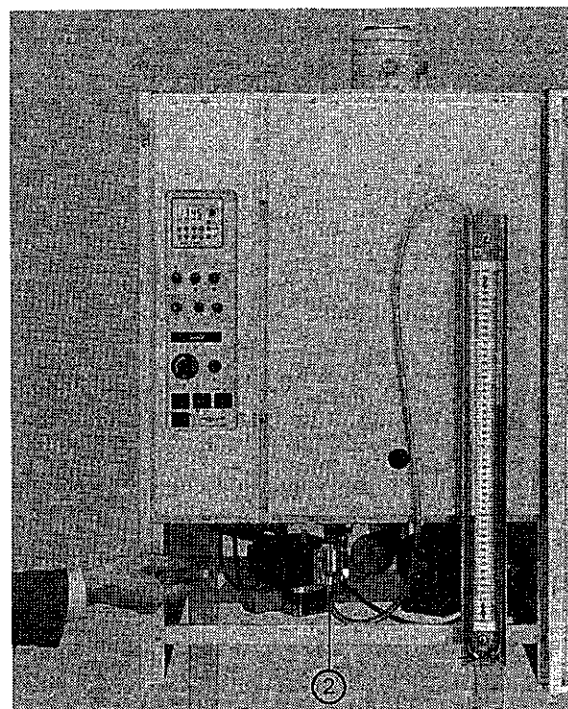

Abb. 61
11. Schraube im Meßstutzen ② (Abb. 61) lösen, nicht herausdrehen. U-Rohr-Manometer anschließen.
13. CO₂-Abgasmessung am Kesselanschlußstück ③ vornehmen.